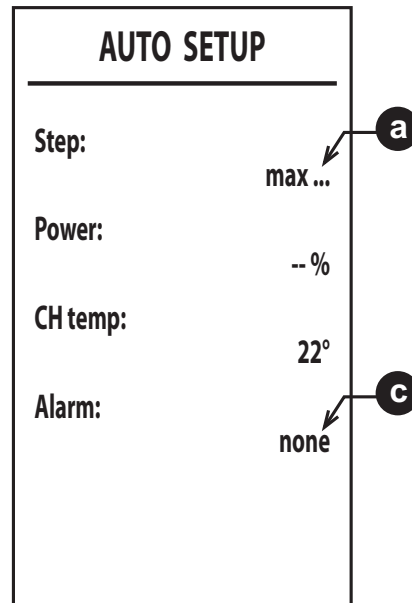

рис. 39
6. После розжига горелка переходит на различные мощности (макс., сред., мин.), о чем указывается в точке **a** (рис. 39).
8. Если последовательность розжига, описанную в пункте "6", выполнить не удалось, появится надпись **max_err** в точке **a** и код ошибки в точке **c** (рис. 39).